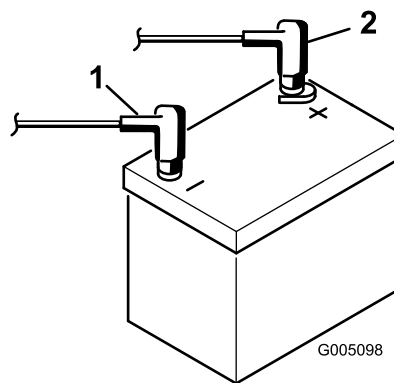

Figura 7
9. Collegate il cavo positivo (rosso) al morsetto positivo (+) e il cavo negativo (nero) al morsetto negativo (-) della batteria, e fissateli con i bulloni e i dadi (Figura 7). Fate scorrere la guaina di gomma sul morsetto positivo per evitare un cortocircuito.